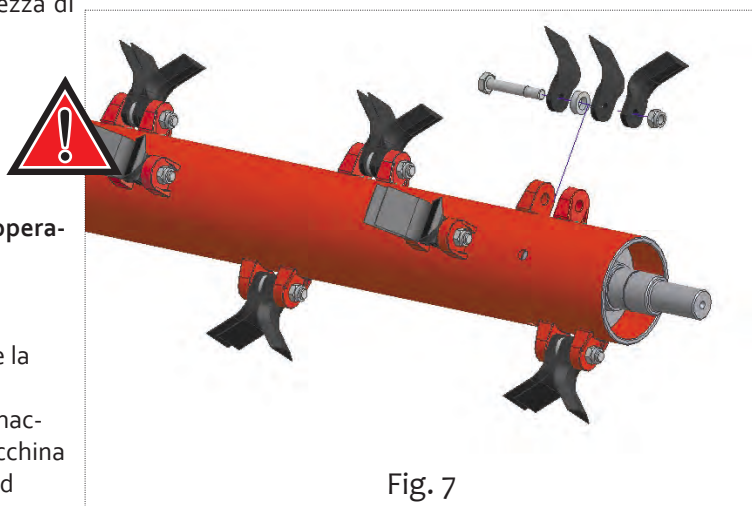

Fig. 7
- Togliere il dado (Fig. 7) del bullone che fissa la mazzetta usurata, facendo attenzione, nella fase di montaggio, di riposizionare la mazzetta nuova nella stessa posizione
- Togliere il dado (Fig. 7) del bullone che fissa i coltelli usurati, facendo attenzione ai vari componenti ed in particolare alla posizione dei distanziali (Fig. 7), nella fase di montaggio, di riposizionare i coltelli nuovi e componenti nella stessa posizione